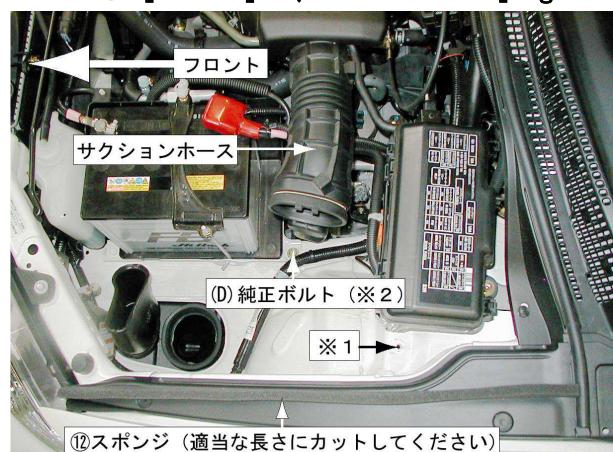
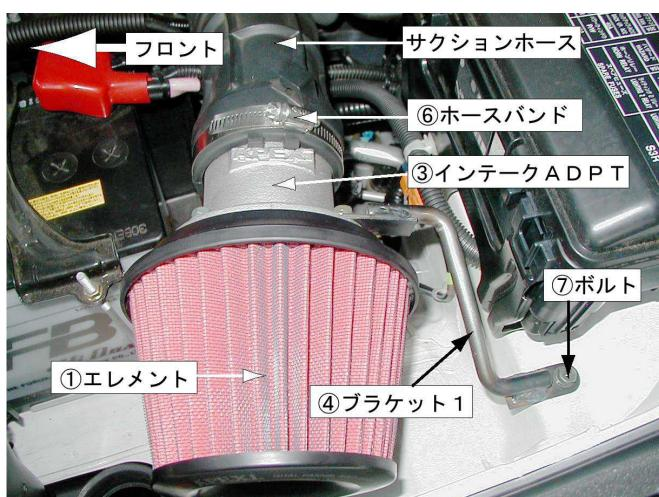

図3
図4
2. (D)純正ボルトを外してください。
3. ③インテークADPTをサクションホースに差し込む際、下図4を参照し、サクションホース先端の突起部が③インテークADPTのA'PEXiロゴにあたるまで差し込んでください。
5. (B)エAINTEークカバーを元に戻し、(A)クリップ2本で固定してください。
7. 図3を参照し、⑫スポンジを貼り付けてください。(⑫スポンジは上向きにて貼り付けてください。)
**△注意** ⑫スポンジを貼り付ける際は、貼り付け部分の汚れを落としてから行ってください。